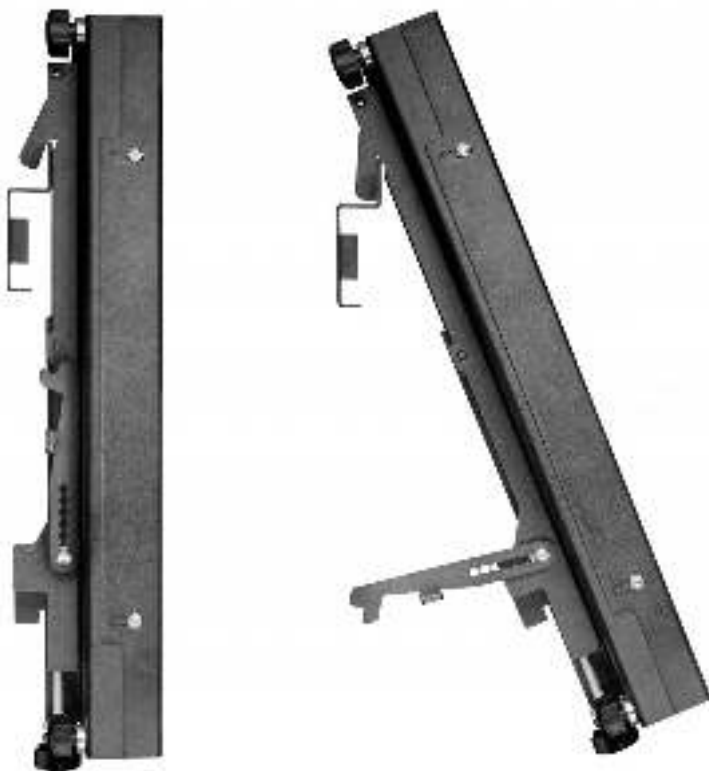

Рис. 3 Кронштейн LB-22WT, положение «для тех. обслуживания»
2. Установите ЖК – панели LD-55213S из типового комплекта VW2255WSL на подготовленный ранее кронштейн. Проведите юстировку положения панелей с помощью винтов на кронштейне. Далее переведите положение ЖК-панелей на кронштейне в откидное положение для тех. обслуживания (см. рис. 3)